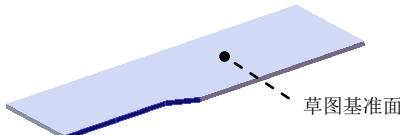

图 16.4.6 切除—拉伸 1
Step4. 创建图 16.4.6 所示的切除—拉伸 1。
(1) 选择命令。选择下拉菜单 **插入(I)** → **切除(C)** → **拉伸(E)...** 命令。
(2) 定义特征的横断面草图。
① 定义草图基准面。选取图 16.4.6 所示的表面作为草图基准面。